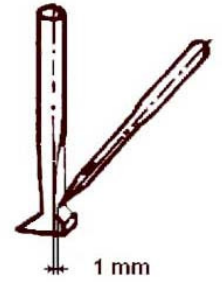

Figura 20
NOTA: Quando o loop estiver no seu avanço máximo para a direita e por baixo da agulha, conforme figura acima (19), a agulha deverá estar a uma distância de 1,0 mm do loop (figura 20).